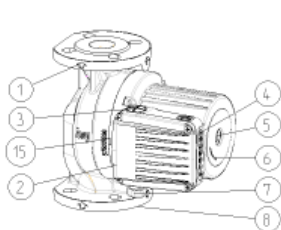
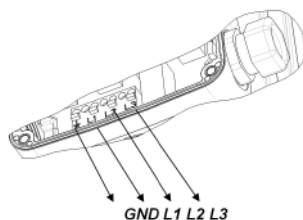

Рис. 1
Рис. 3
- насос устанавливается напрямую в трубопровод таким образом, чтобы ось насоса 1-1 была горизонтальной (рис. 3);
- направление потока воды через насос должно соответствовать направлению стрелки на корпусе насоса (рис. 1 – поз. 1);
- необходимо использовать фланцы для подключения NP 6/10 (рис. 1 – поз. 8);
- насосы LHN, LHNМ имеют одинарный гидравлический корпус (рис. 1 – поз. 8);
Гидравлический корпус насоса допускается изолировать только до прорези между мотором и гидравлическим корпусом. Отверстия для отведения конденсата необходимо оставить открытыми для обеспечения вывода конденсата из статорного отсека, данные отверстия необходимо оставлять открытыми и в системах обогрева, когда выполняется только термоизоляция гидравлического корпуса (рис. 1, 2, поз. 15). Корпус электромотора, на котором расположены отверстия для вывода конденсата, ни в коем случае не разрешается изолировать!
Провод подключения подключается через кабельный ввод M20 (рис. 1 – поз. 7).
Электрическое соединение насосов необходимо выполнить по соединительной схеме (рис. 3), которая отображена на нижней стороне крышки мотора. Перед этим необходимо отвинтить верхнюю крышку (рис. 1 – поз. 2).
В насосах типа LHN, LHND (LHNMD, LHNMD) ротор работает в воде. Ротор установлен в специальных работающих на смазке водой подшипниках, поэтому перед вводом в эксплуатацию необходимо заполнить насос водой и откачать воздух. Для откачки воздуха из насоса необходимо удалить болт на обратной стороне электромотора (рис. 1 – поз. 5) - воздух начнет выходить через прорезь между валом мотора и подшипником. После того как начнет вытекать вода, необходимо закрыть вентили со стороны всасывания и со стороны нагнетания и запустить насос. При вращении вала насоса в обратном направлении начнет мигать красная лампочка встроенного индикатора. Насос оснащен опцией определения других ошибок, описанных в таблице ниже. Мигание красной лампочки сообщает номер ошибки. За последовательностью сигналов следует длинный интервал, количество сигналов между двумя интервалами является кодом ошибки.
Каждый насос может охватывать гидродинамические поля трех типов насосов. Для этих целей в насосах установлены трехскоростные электромоторы. Для выбора необходимой скорости (3, 2, 1) на насосе установлена кнопка (рис. 1 – поз. 4), при нажатии которой переключаются скорости.
- отверткой (рис. 1 – поз. 5), которую необходимо установить в прорезь на валу, крутить вал до тех пор, пока он не начнет свободно вращаться;